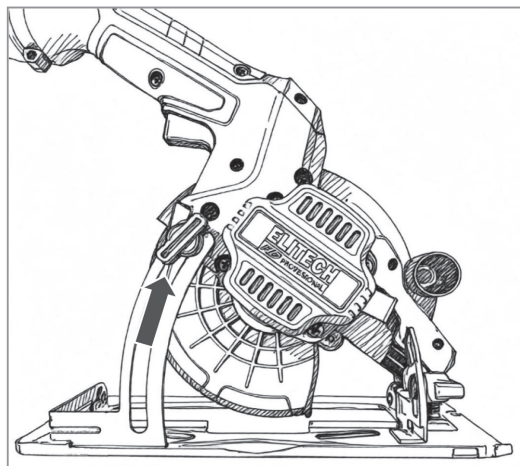

Рис. 8
- Передвижением пилы относительно опорной платформы вверх или вниз (рис. 8) отрегулируйте необходимую глубину пропила, ориентируясь по шкале 10 (рис. 1-а).